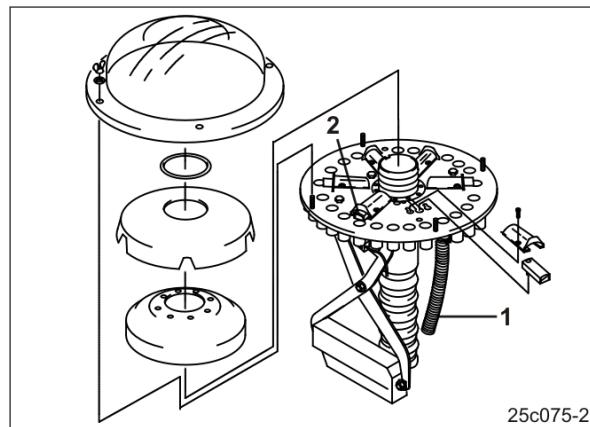

Рис. 123
- Семяпроводы (Рис. 123/1) сошников
заслонок на одну колею (Рис. 123/2):
- Неиспользуемые заслонки (Рис. 123/2)